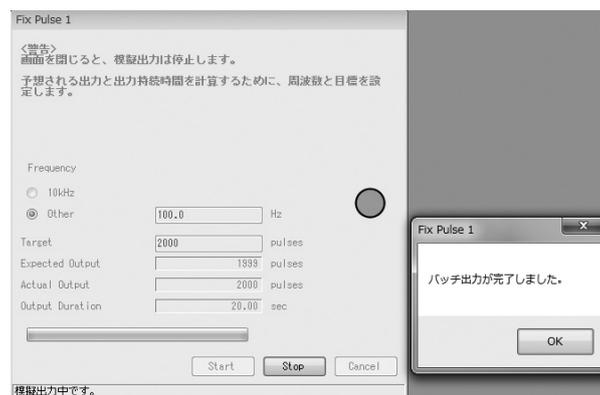

図130
- ⑥ Targetにパルス数を指定して実行した場合、出力完了後、図130の画面が表示されます。